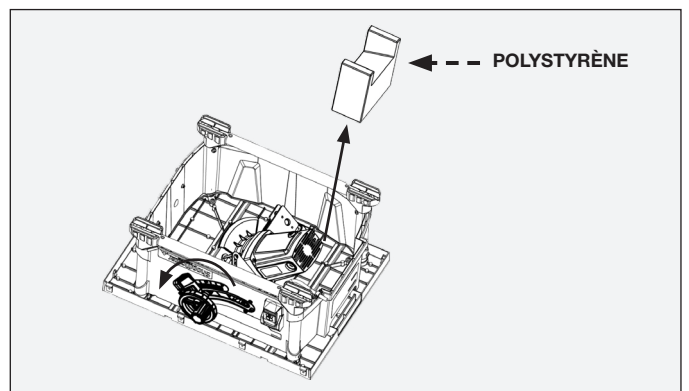

FIGURE 5
**REMARQUE :** Avant d'assembler le support avec la scie, déverrouillez le verrou de biseau, inclinez l'ensemble lame/moteur et retirez le morceau de polystyrène sous le moteur de la scie. Le verrou du biseau est la poignée située au-dessous de la roue du réglage de la hauteur de la lame (figure 5).